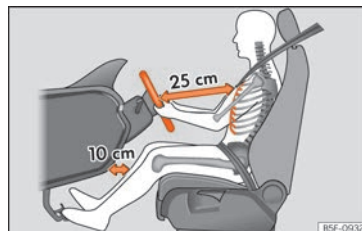

Fig. 2 La separación correcta entre el conductor y el volante debe ser de 25 cm como mínimo (10 pulgadas).
- Ajuste el volante de modo que quede a una distancia de, por lo menos, 25 cm (10 pulgadas) del esternón »» fig. 2 y lo pueda sujetar con ambas manos por los lados, por la parte exterior, con los brazos ligeramente flexionados.
• Ajuste longitudinalmente el asiento de forma que pueda pisar a fondo los pedales con las rodillas ligeramente flexionadas y que quede una distancia entre la zona de las rodillas y el tablero de instrumentos de al menos 10 cm (4 pulgadas) »» fig. 2.